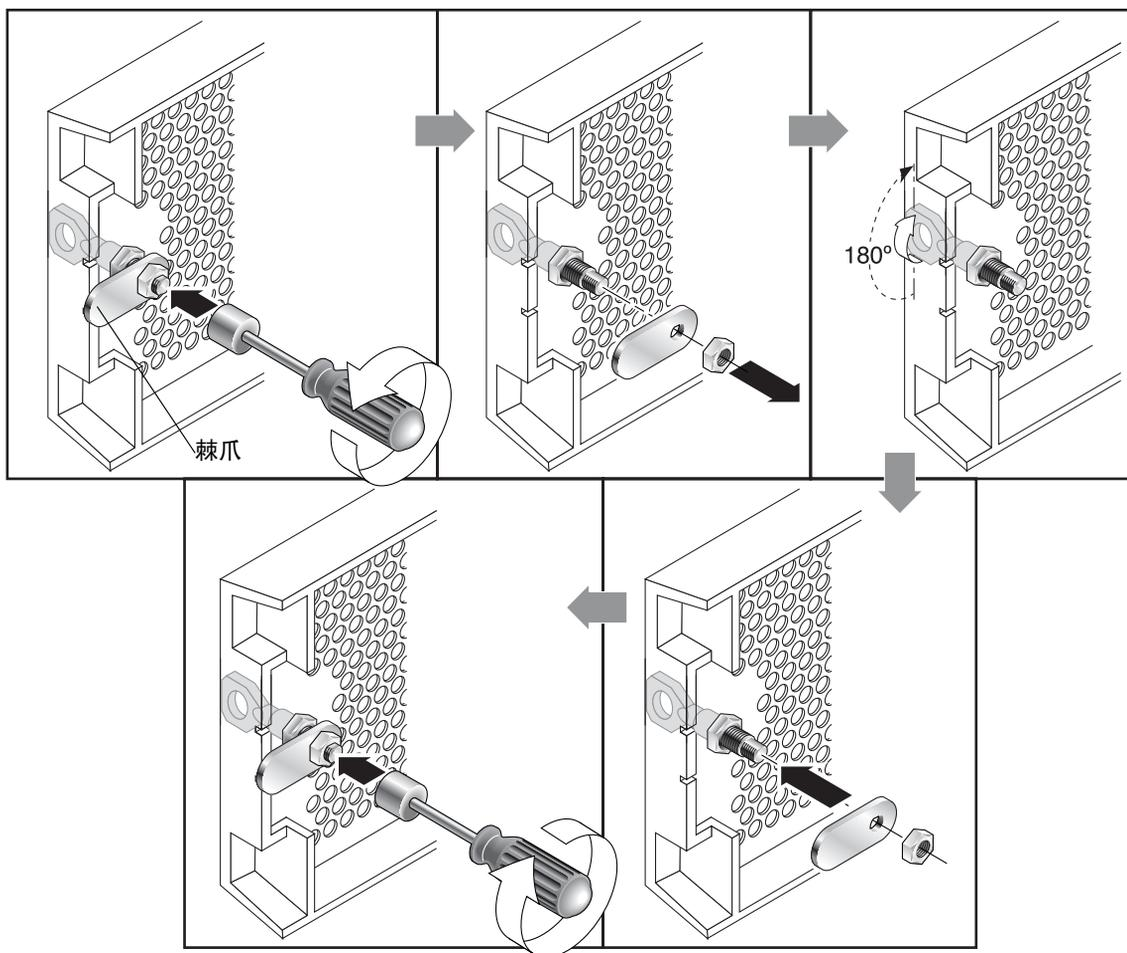

图 4-2 改装前盖锁以使钥匙无法取下的步骤
1. 轻轻将摇臂从其侧部凹处旋出，以便卸下前盖，并确保钥匙处于锁定位置，同时棘爪水平穿过前盖的边缘（请参见图 4-2 的第一幅图）。
2. 使钥匙保留在原位，使用 12 毫米或 3/8 英寸螺母扳手卸下用于固定棘爪的螺母，如图 4-2 的第一幅图所示。
3. 从锁身的螺纹部分抬起棘爪，如图 4-2 中第二幅图所示。
5. 用钥匙将锁转动 180 度，如图 4-2 中第三幅图所示。
6. 以原先的朝向装回棘爪，如图 4-2 中第四幅图所示。
7. 使钥匙保留在原位，使用螺母扳手重新拧紧用于固定棘爪的螺母，如图 4-2 中第五幅图所示。一定不要使螺母上的螺纹交叉。